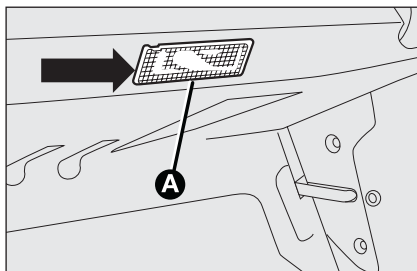

fig. 42
- enlever le plafonnier **A**-fig. 42 en faisant levier dans le point indiqué par la flèche;